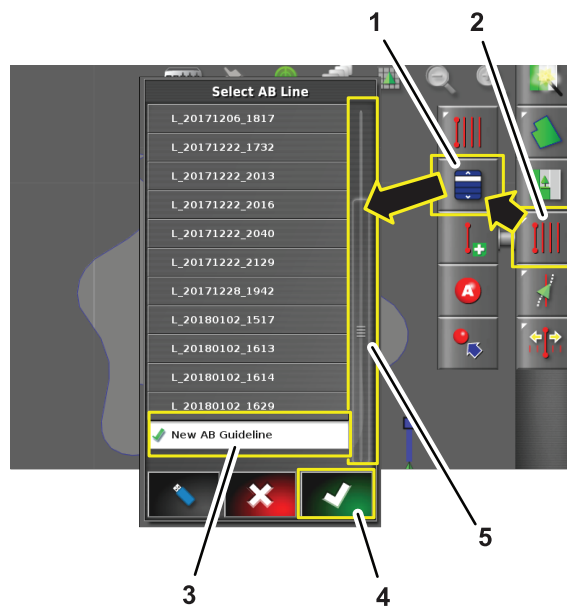

図 7
3. ガイドラインのリストが長い場合には、スクロールバーをスワイプしてガイドライン (図 7) 全体を見ます。
4. 自分のジョブ用 (図 7) に作成されたガイドラインのABラインアイコンを押します。
5. 確認アイコン (図 7) を押します。